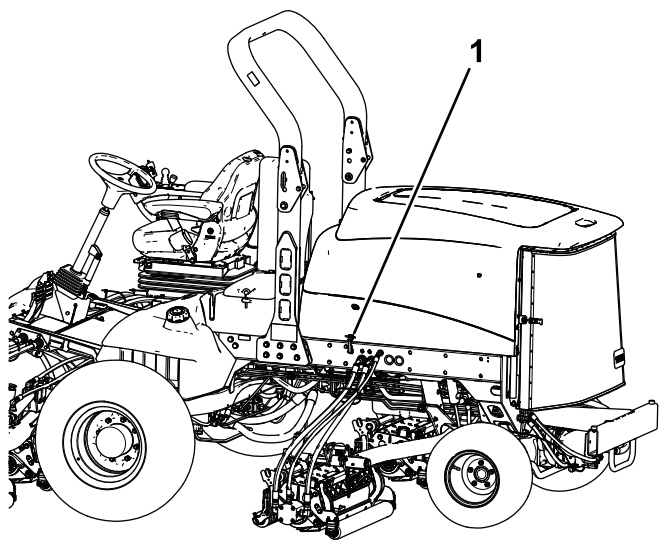

Figura 68
1. Desenganche los cierres del capó (Figura 68) y abra el capó.